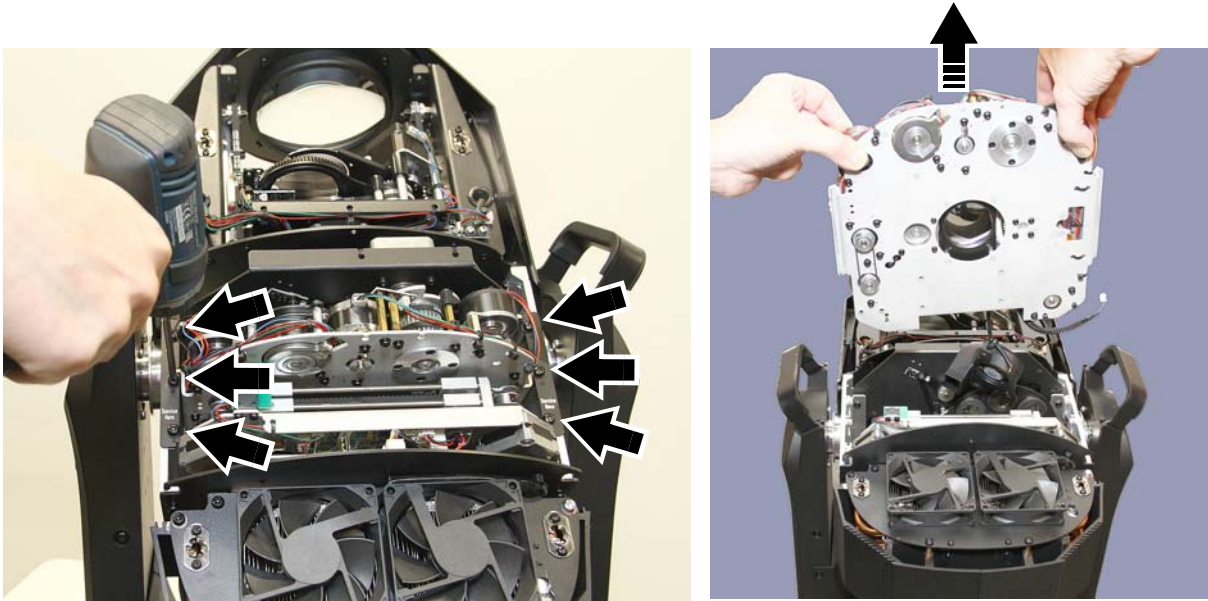

Bild 24: Entfernen des Haupt-Effektmoduls
7. Siehe Bild 24. Entfernen Sie sechs Torx-Schrauben (Pfeil) und beide Halteleisten. Beachten Sie, dass die Halteleisten zur Identifikation mit „Service“ markiert sind. Verwechseln Sie diese Halteleisten nicht mit den ähnlichen, nicht markierten Halteleisten auf der anderen Seite des Kopfes. Bewahren Sie die Halteleisten und Schrauben für die spätere Verwendung auf.